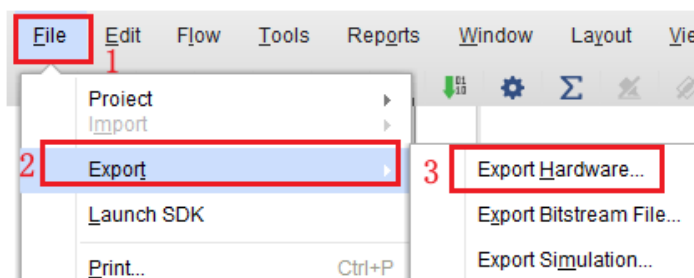

图 1-22 导出 bit 文件
1. 编译工程，然后依次点击 File->Export->Export Hardware，导出 bit 文件，如下图 1-22 所示。